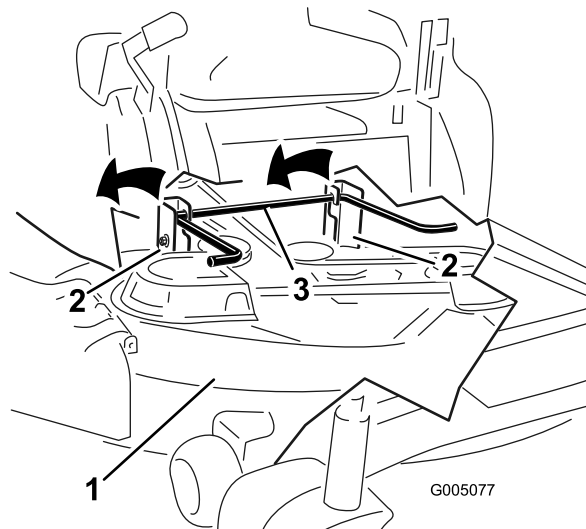

Figura 48
5. Eleve la plataforma del cortacésped y desenganche la varilla de elevación trasera de los soportes, y baje el cortacésped con cuidado al suelo (Figura 48).
5. Eleve la parte trasera de la plataforma del cortacésped y coloque los soportes sobre la varilla de elevación trasera (Figura 48).